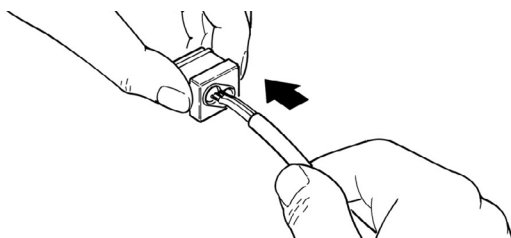

Abb. 3
- 5 Die beiden Kabel durch die Bohrungen im "Stopfen der Kabeldurchführung" führen - siehe Abbildung 3.